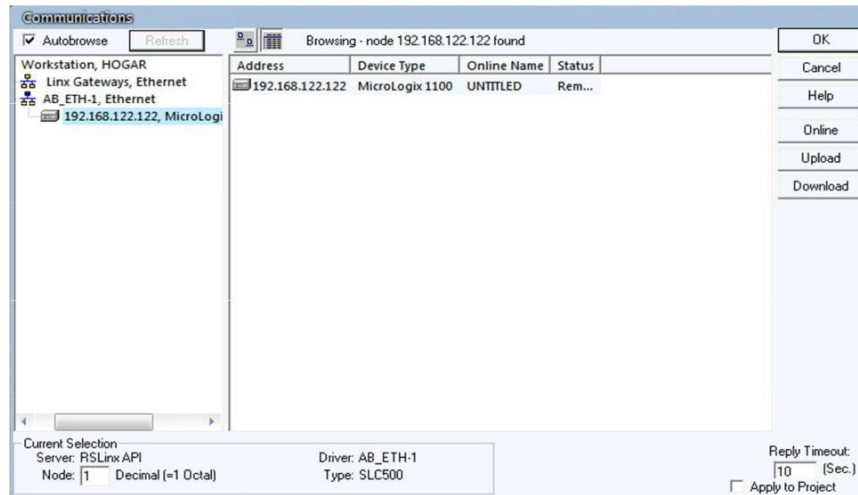

Figura 16. Reconocimiento del PLC para su programación.
- d) Dentro del él seleccione el PLC Micrologix 1100 posteriormente active apply to project (ver figura 16)